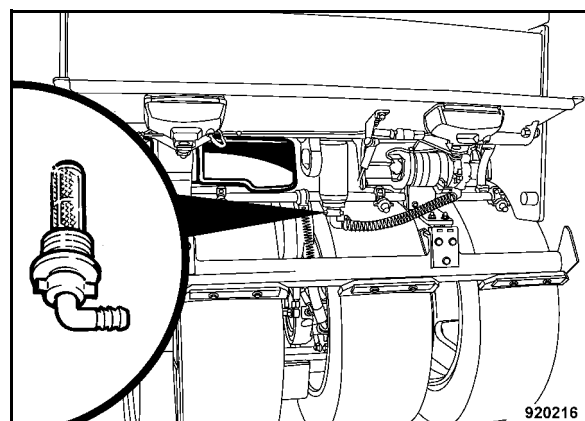

Fig. 150
- Soltar la unión roscada, sacar el filtro de la emulsión (Fig. 150) y limpiarlo.